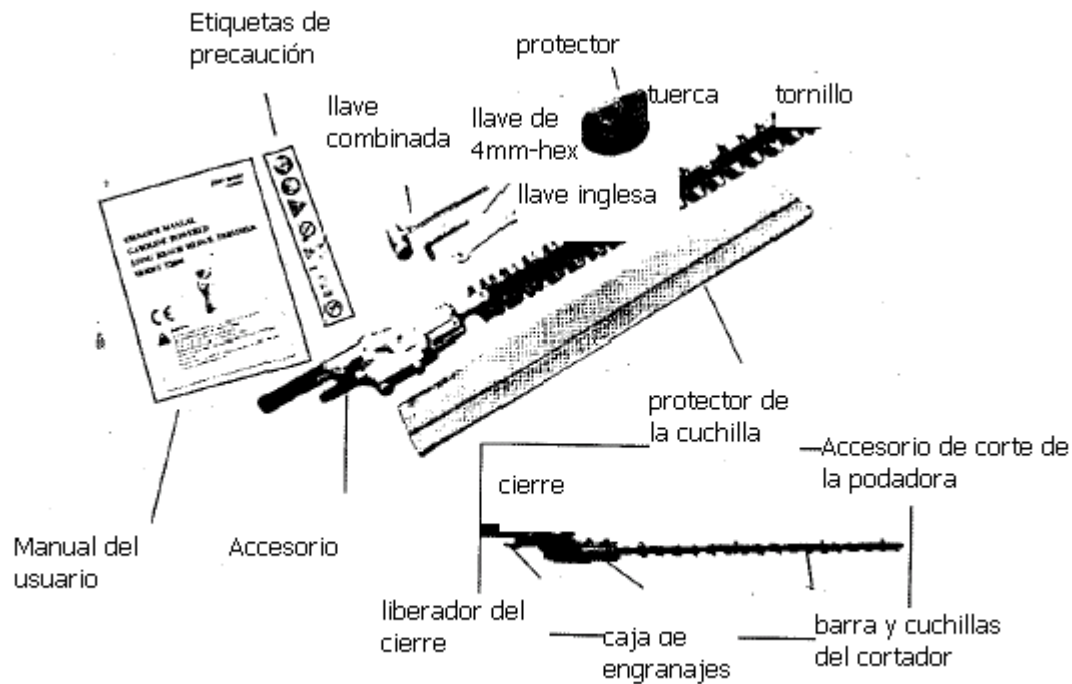

Figure 1
- Cuando transporte un cortasetos articulado, la cuchilla del accesorio cortante debe encontrarse en la posición adecuada para su transporte. Ver Imagen 1.